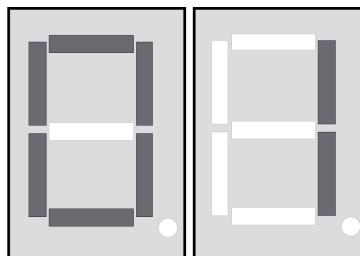

Bild 4: Kanalanzeige leuchtet
- Blockbatterie 9 V an Anschlussclip (8) anschließen.
- Die Kanalanzeige (13) leuchtet und zeigt den aktuellen Funkkanal an (Bild 4).
Die Kanalanzeige (13) leuchtet (Bild 4).
- Beide Tasten **▲** und **▼** (12) ca. 5 Sekunden betätigen.
- Beide Tasten **▲** und **▼** (12) ca. 10 Sekunden betätigen.